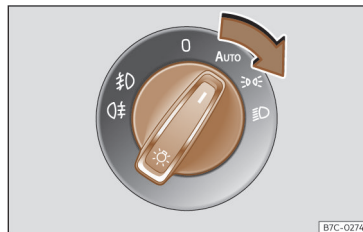

Fig. 78 Painel de instrumentos: comando das luzes.
• Ligue a ignição e rode o comando das luzes para a posição desejada >>> **Fig. 78**.